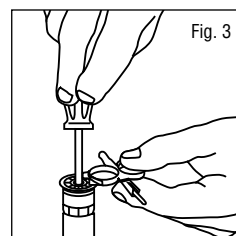

Fig. 3
1. Sujete la tobera con los dedos ó con las dos puntas laterales de la llave Hunter (Fig.3).
NOTA: La tobera gira con el tornillo y tanto el arco como el caudal aumentarán. No utilice la llave Hunter con los dos puntos por el costado (Fig.3) para ajustar el arco, ya que el caudal no será ajustado proporcionalmente con el arco.